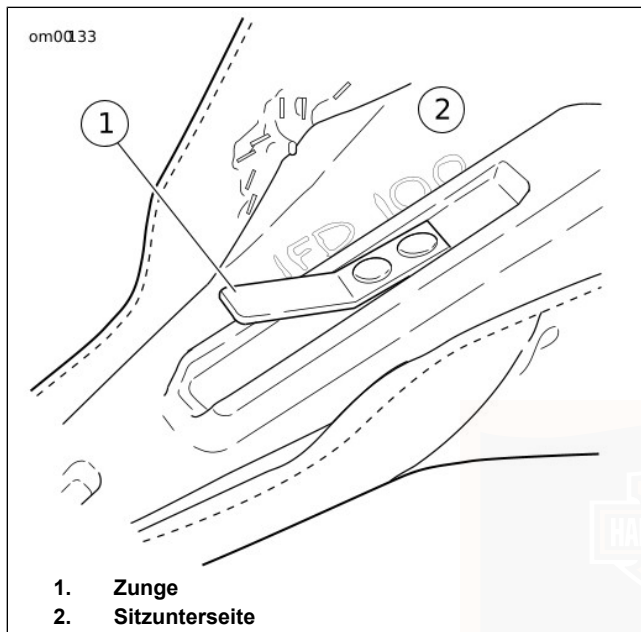
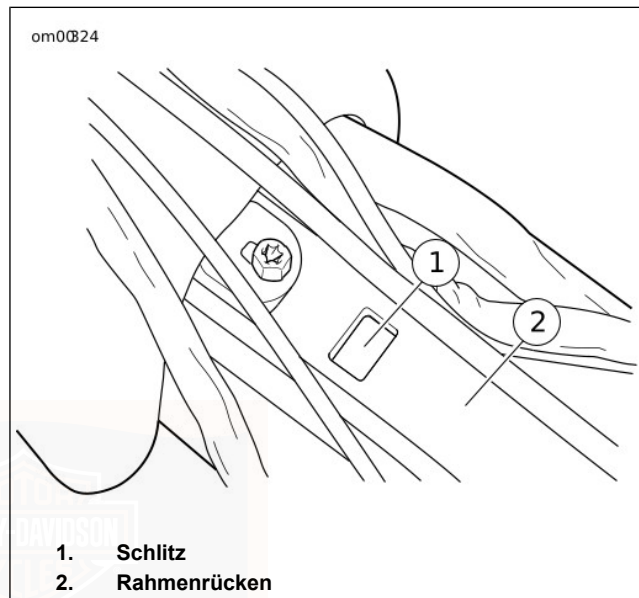

Abbildung 62. Sitzzunge
Abbildung 63. Sitzbefestigungsschlitz
2. Siehe Abbildung 62 und Abbildung 63. Den Sitz an der Vorderseite kräftig nach unten und hinten drücken, bis die Zunge in den Schlitz im Rahmenrücken eingreift.